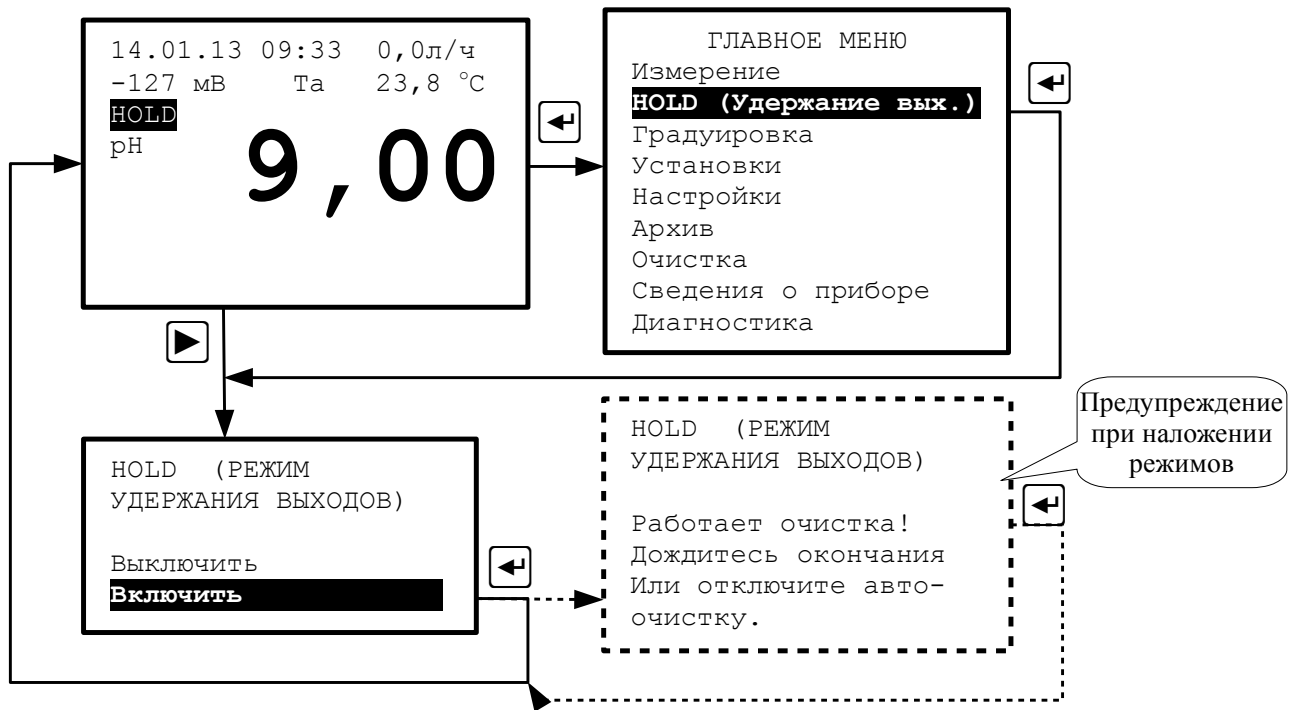

Рисунок 6 - Режим «HOLD»
3.3.2.5 Режим «HOLD» (Рисунок 6) используется при необходимости проведения настроек, изменения установок, при проведении градуировки по буферным растворам. В этих случаях резкие изменения выходных сигналов могут повлиять на состояние системы управления верхнего уровня. При включении режима «HOLD» текущие выходные аналоговые сигналы и текущие состояния реле (реле № 1 и реле № 2) «замораживаются».